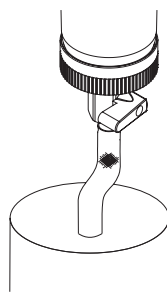

рис. 1
- Поверніть кульовий кран на 90° вліво (рис. 1) до досягнення горизонтального положення (закрито).